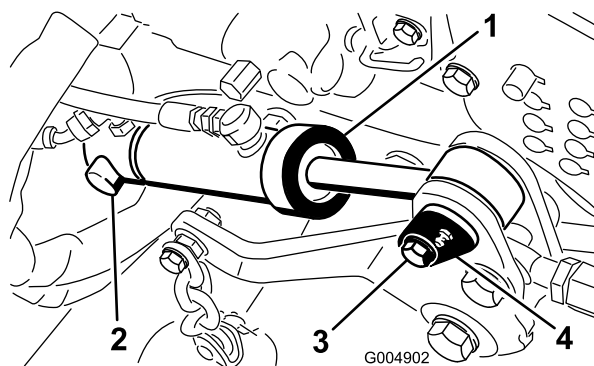

Figura 36
9. Retire el anillo de retención que sujeta el extremo trasero del cilindro de elevación de la carcasa al pasador de giro (Figura 36).
10. Retire el tornillo que sujeta el pasador de giro delantero del cilindro al bastidor de la carcasa de corte (Figura 36).